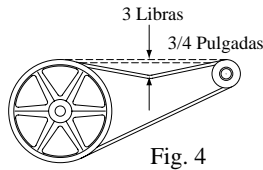

Fig. 4
- **Compruebe la tensión de la correa.** Esto se aplica solamente a los modelos M401A y RM401A que tienen una correa. Los modelos M201A, M301A y RM301A tienen motores de transmisiones directas sin correas. Una fuerza de 3 libras debe desviar la correa 3/4 pulgadas (véase fig. 4). Ajuste la correa si es necesario. Compruebe el correa para saber si hay grietas o desgaste y reemplácela si es necesario.